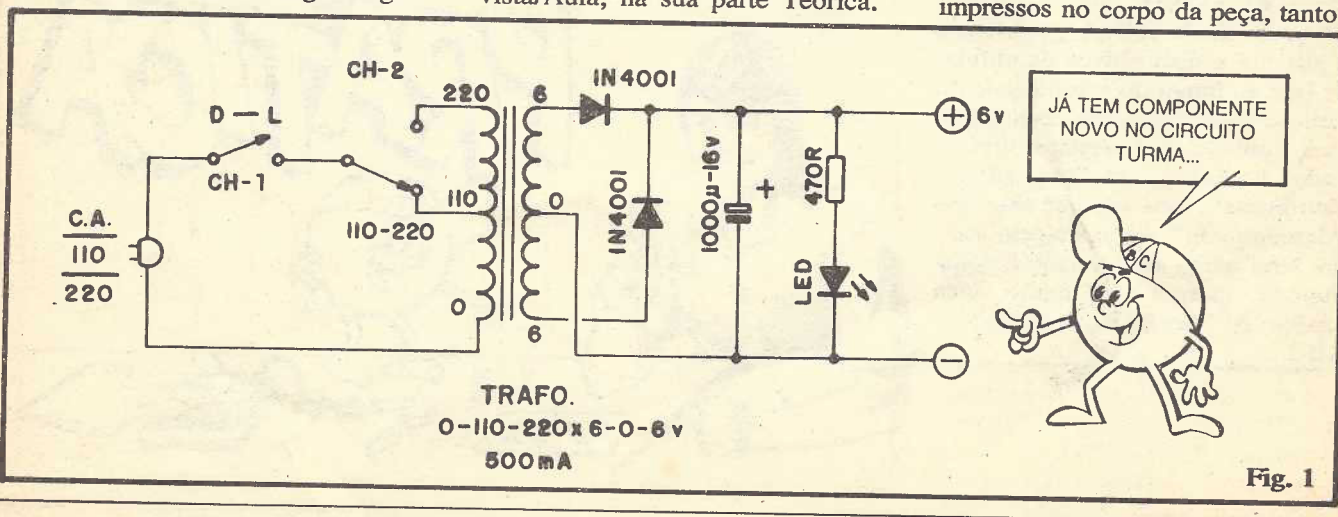
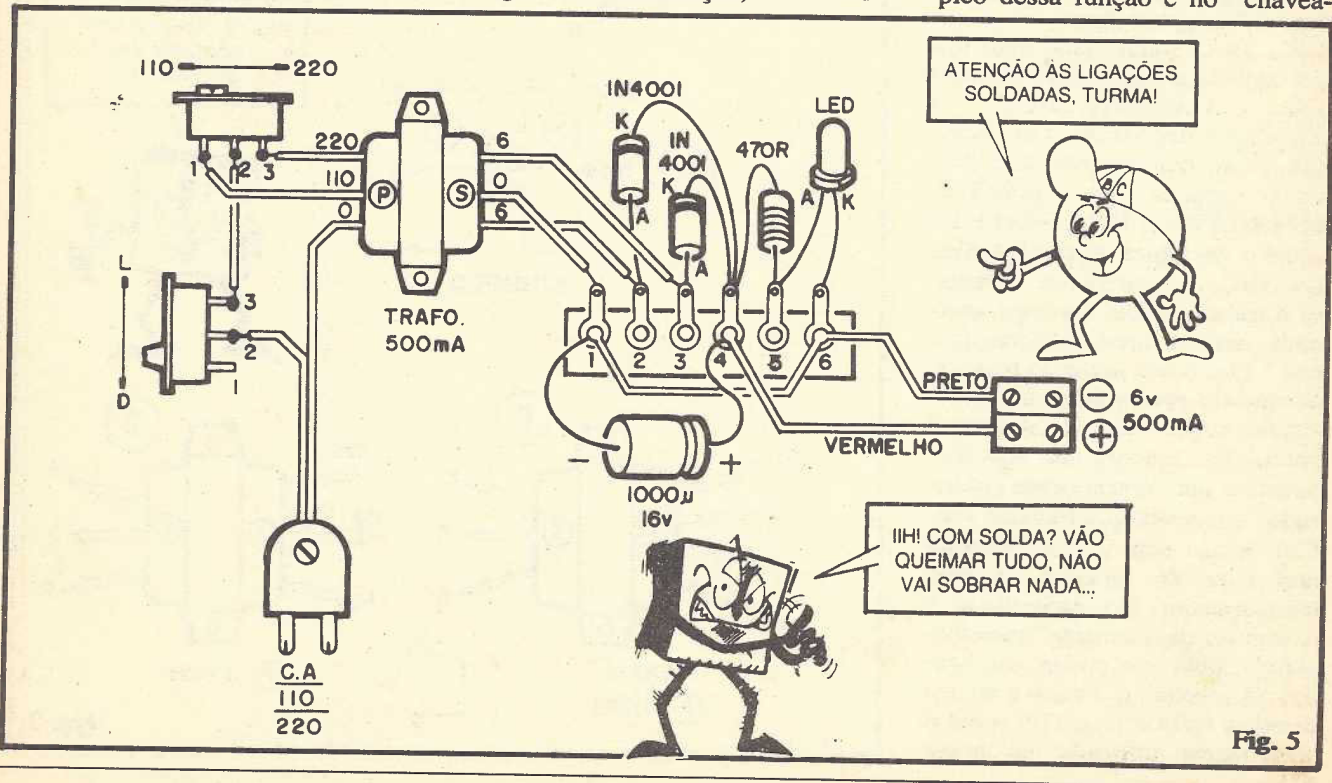

Fig. 1
Fig. 5
- **FIG. 1** - Esquema do circuito da FONTE DE ALIMENTAÇÃO. O Leitor/Aluno (que acompanha ABC desde a primeira Revista/Aula) já sabe que um esquema nada mais é do que um "mapa" ou representação simbólica, estilizada, dos componentes e suas in-
- **FIG. 5** - Chapeado da montagem da FONTE DE ALIMENTAÇÃO. Conforme o Leitor/Aluno já sabe, chamamos de **chapeado** à representação da montagem em "vista real" ou estilizada, com todas as peças, componentes e interligações surgindo em **aparência**, e não em símbolo (como ocorre nos esquemas - ver fig. 1...). Notar que a FONTE DE ALIMENTAÇÃO (por tratar-se de uma montagem **definitiva** e que deve apresentar certa robustez para intenso uso...) é implementada no sistema **soldado**, usando como substrato uma "ponte de terminais" (barra de material isolante